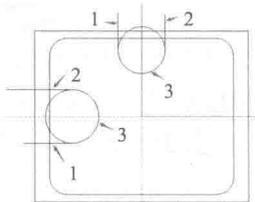
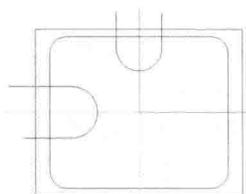

图 1-13 三物体修剪次序
图 1-14 修剪圆弧结果
6) 使用“三物体修剪”功能修剪多余圆弧。单击工具栏中的“修剪/打断/延升”按钮，激活动态工具条中的“三物体修剪”选项。根据“先两边，后中间”的次序要求，先捕捉两条直线段，再捕捉需要保留的圆弧，如图1-13所示按照“1→2→3”的次序捕捉，修剪后的结果如图1-14所示。